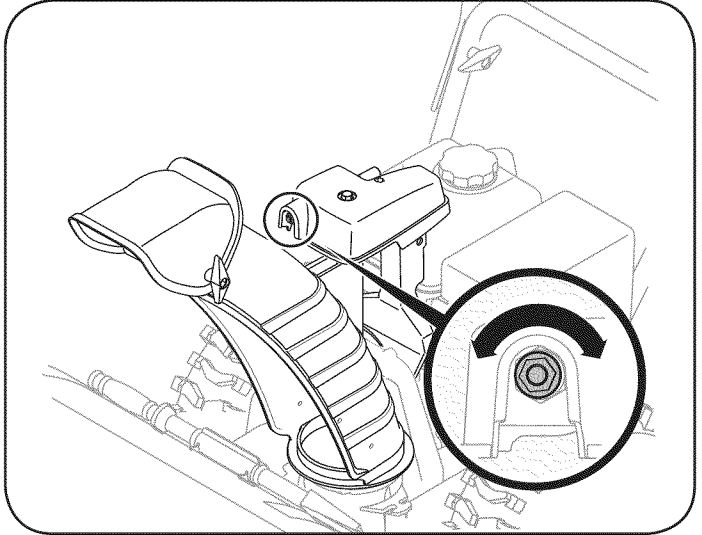

Figura 22
1. Para incrementar la precarga, apretar la tuerca hexagonal en sentido horario en intervalos de $\frac{1}{4}$ de vuelta. Véase la Figura 22.